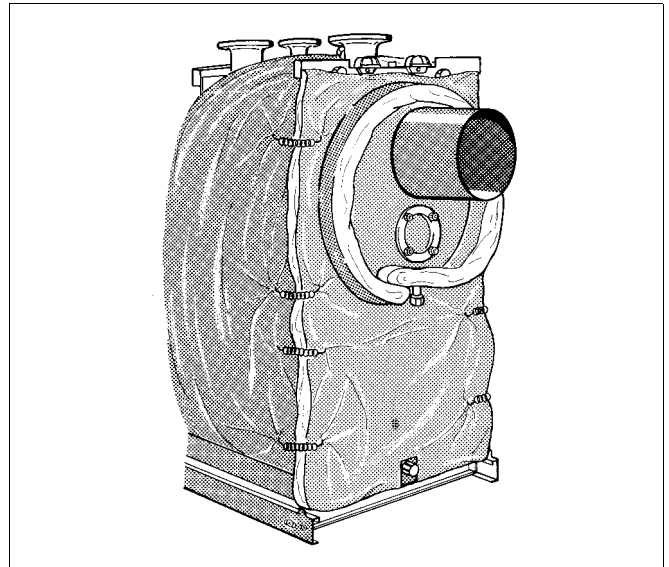

Abb. 12 Montage Wärmeschutz
- Wärmeschutzmatte an Kesselrückwand anlegen und jeweils mit 8 Spannfedern an der Umfangwärmeschutzmatte befestigen (Abb. 12).
- Wärmeschutzstreifen um Abgassammler legen und mit einer Spannfeder überlappend befestigen (Abb. 12).